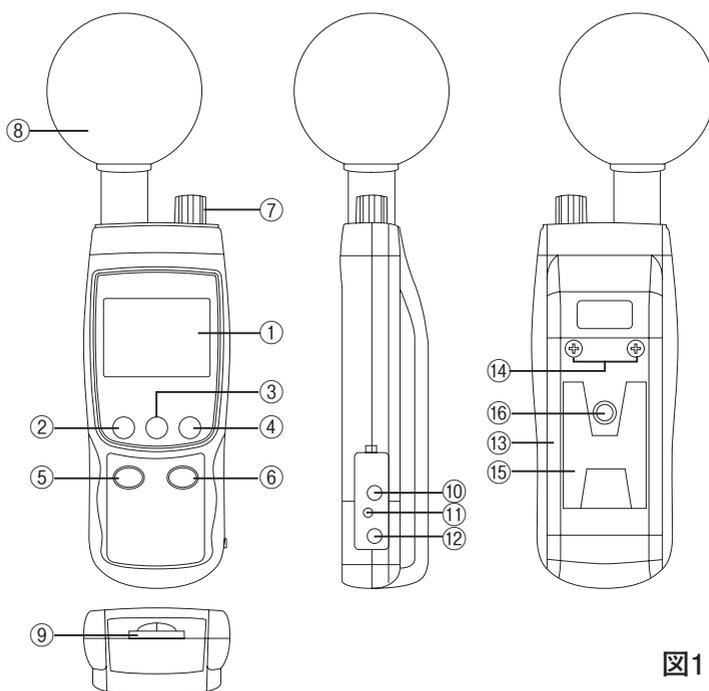

図1
まず初めに、データロガー等の機能を有効にするために、現在時刻等の設定等を行う必要があります。POWER(電源)ボタン(②、図1)を押して、本器の電源を入れます。また、このボタンを2秒以上長押しすると電源が切れます。
電源を入れた状態でSETボタン(⑤、図1)を2秒以上長押しすると「SEt dAtE」と表示部(①、図1)に表示され、「初期設定」モードに入ります。そしてNEXTボタン(③、図1)を一回ずつ押す毎に下記の7つの設定画面に切り替わります。
備考: 「初期設定」機能を実行中にESCボタン(②、図1)を押すと、「初期設定」機能が終了し、通常測定画面に戻ります。
- (1) ENTERボタン(④、図1)を1回押します。▲ボタン(⑥、図1)または▼ボタン(⑤、図1)を押して、値を調整してください。希望する値を設定し、再度ENTERボタン(④、図1)を一度押すごとに、次の値の調整に移ります。最初に年(yy)の値を設定し、次に月(mm)の値を設定し、さらに日(dd)、時間(h)、分(m)、秒(s)へと移行します。
- (2) 最後に、ENTERボタン(④、図1)を一回押します。
- (1)▲ボタン(⑥、図1)または▼ボタン(⑤、図1)を使用して画面上段に表示される値(WBGT指数のアラーム設定値)を設定してください。
- (2)最後に、ENTERボタン(④、図1)を押します。
- (1)▲ボタン(⑥、図1)または▼ボタン(⑤、図1)を使用して上段に表示されるテキストを「bASIC」または「Euro」に設定します。
- (1)▲ボタン(⑥、図1)または▼ボタン(⑤、図1)を使用して上段に表示されるテキストを「yES」または「no」に設定します。
(2)最後に、ENTERボタン(④、図1)を押します。
(1)▲ボタン(⑥、図1)または▼ボタン(⑤、図1)を使用して上段に表示されるテキストを「yES」または「no」に設定します。
(1)▲ボタン(⑥、図1)または▼ボタン(⑤、図1)を使用して下記のいずれかの値に設定します。
(2)最後に、ENTERボタン(④、図1)を一度押します。
- (1) ▲ボタン(⑥、図1)または▼ボタン(⑤、図1)を押して、上段に表示されるテキストを「yES」または「no」に設定してください。
- (2) 上の値を「yES」に設定し、ENTERボタン(④、図1)をもう一度押すと、画面には「yES Ent」というテキストが表示されるので、本当にSDカードのフォーマットを実行する場合はもう一度ENTERボタン(④、図1)を押し、確定してください。SDカードのフォーマットが行われ、SDカードに保存されている既存のデータが消去されます。
上の値を「no」に設定し、ENTERボタン(④、図1)を押した場合、SDカードはフォーマットされません。
- (1) POWER(電源)ボタン(②、図1)を押して本器の電源を入れます。
- (2) 本器は、以下の5つの測定モードを選択することができ、FUNC.ボタン(③、図1)を長押しすると、測定モードが順番に切り替わります。
(1) POWER(電源)ボタン(②、図1)を押して、本器の電源を入れます。
(2) 測定モードを"_bgt"(WBGT指数)に切り替えます。
(3) 表示部(①、図1)の上段にはWBGT指数の値が表示され、下段には"_bgt"と"in"、または"_bgt"と"out"が交互に点滅します。
_bgt inと_bgt outの表示切り替えは、"WBGT in/out"ボタン(④、図1)を2秒以上長押ししてください。
(2) 測定モードを"_b"(湿球温度)に切り替えます。
(3) 表示部(①、図1)の上段には測定値が表示されます。
(2) 測定モードを"dP"(露点温度)に切り替えます。
(2) 測定モードを"tA rH"(気温と相対湿度)に切り替えます。
(3) 表示部(①、図1)の上段には相対湿度(%RH)が表示され、下段には気温が表示されます。